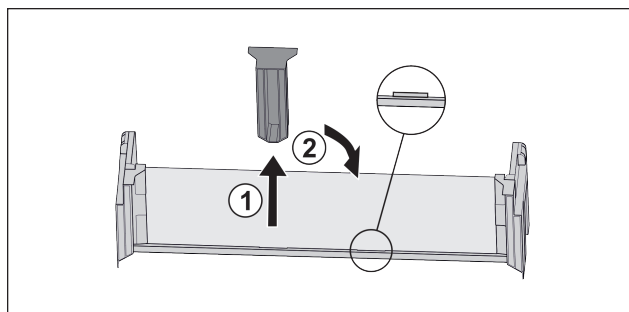

Fig. 26
- ▶ Extraire la pièce de retenue centrale Fig. 26 (1).
- ▶ Insérer la pièce de retenue centrale en deuxième position Fig. 26 (2).